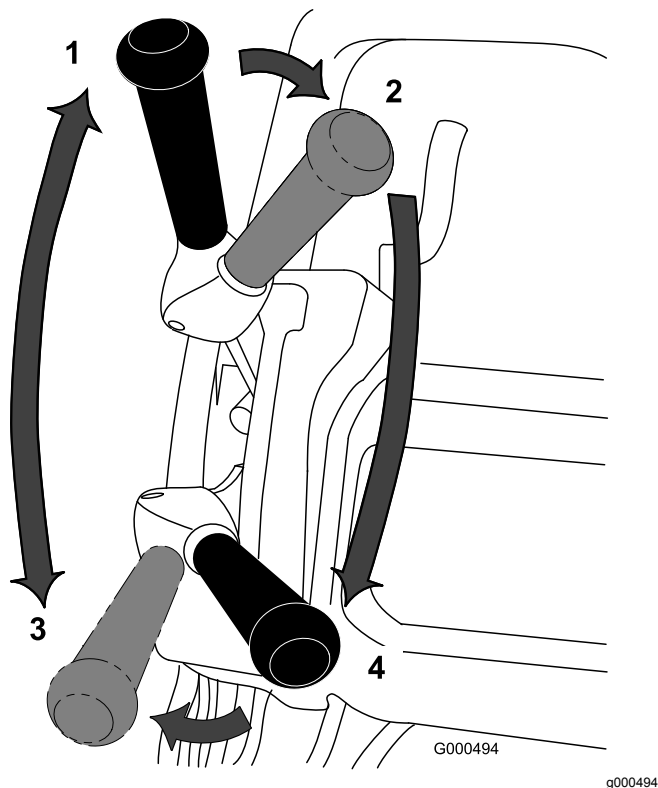

Рисунок 35
1. Включите машину, установите регулятор скорости в НУЛЕВОЕ положение, нажмите вниз на рукоятку, чтобы поднять режущий блок, нажмите на механизм контроля присутствия оператора, переведите рычаг тяги в положение ВКЛЮЧЕНО (Рисунок 35) и плавно увеличьте скорость регулятором, чтобы переместить газонокосилку на край грина.
3. Отпустите рычаг тяги, затем переведите его влево и вперед, включив привод тяги и барабана (Рисунок 35).